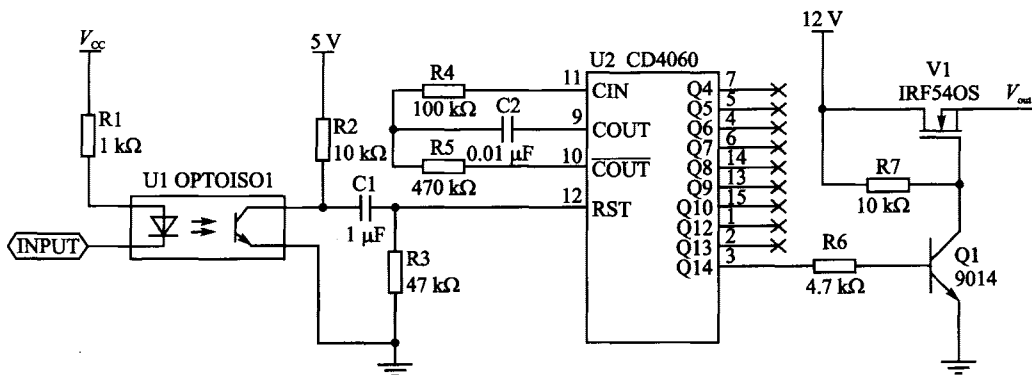

图 1.15 基于 CD4060 芯片的看门狗电路
- 片外分立器件电路(用 555 或 4060 等构成)(参见图 1.15: 基于 CD4060 芯片的看门狗电路)。